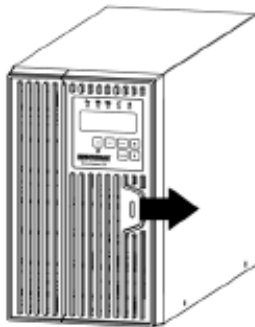

FIG. 1
2. Saisissez le couvercle du compartiment à piles sur le côté droit, tirez-le vers l'extérieur puis mettez-le de côté (FIG. 1).